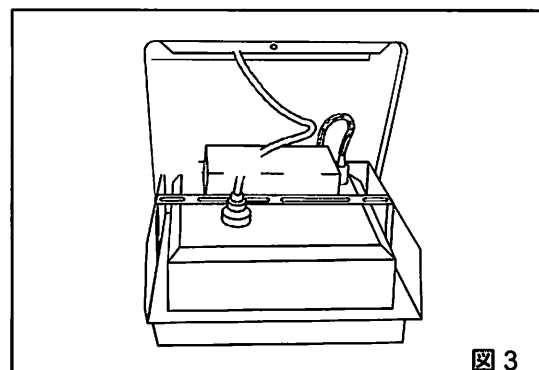

図 3
6. 記録計取付金具に取付けた自記温度記録計を、フリーザの自記温度記録計取付位置に取付けます。(図 3)